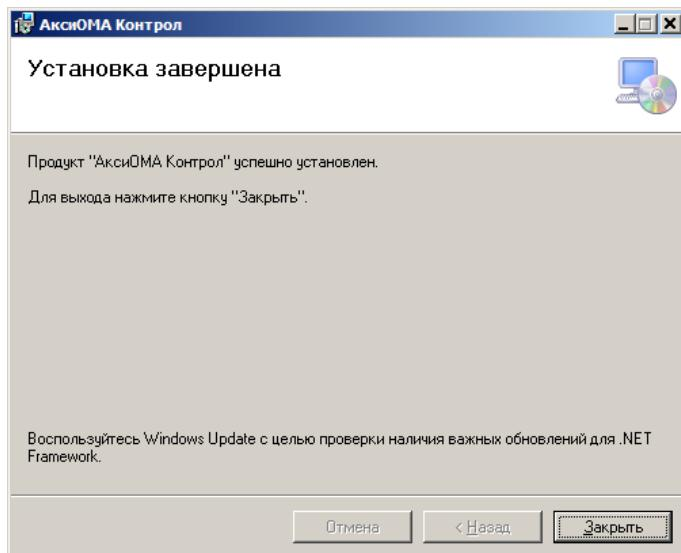

Рисунок 67 – Завершение диалога установки
10. По завершению установки нажать кнопку «Закрыть» диалога (Рисунок 67):